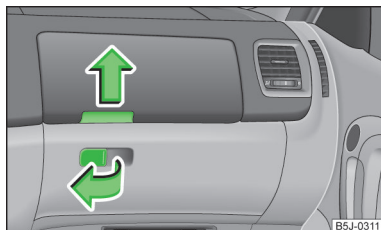

Fig. 81
- Tirare la maniglia dello sportellino nella direzione indicata dalla freccia » fig. 81 e abbassare lo sportellino.